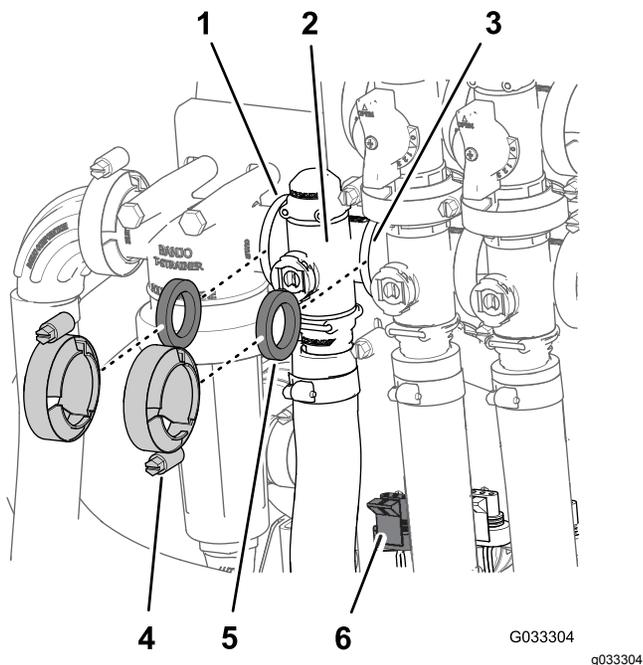

図 62
1. 散布量制御バルブ用のマニホールドを固定しているクランプとガスケットを外す 図 62。